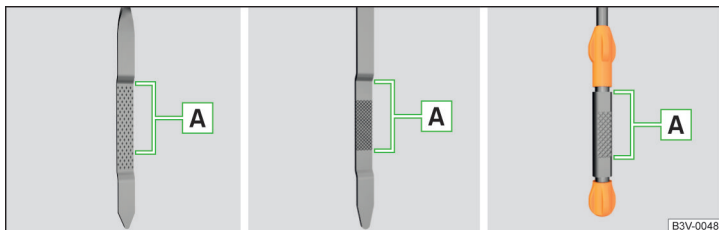

Abb. 138 Prinzipdarstellung: Ölmesstab
Ölmesstab » Abb. 138
- Der Ölstand darf keinesfalls oberhalb oder unterhalb des Bereichs **A** » Abb. 138 liegen - es besteht die Beschädigungsgefahr des Motors sowie der Abgasanlage.